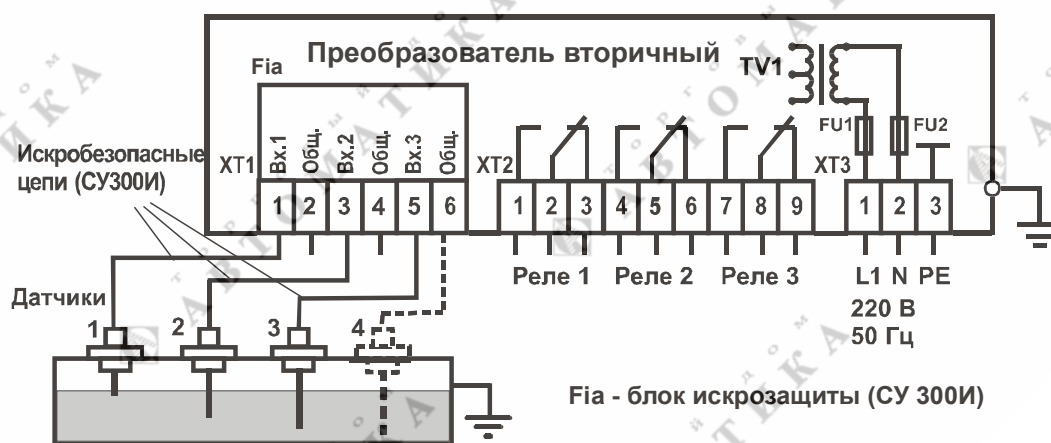

Рисунок 4 – Схема электрическая подключения
- подключить датчики ко вторичному преобразователю согласно схеме подключения (рисунок 4) и подать питание;
2.1.7 Металлический резервуар должен иметь соединение с заземляющим контуром. В случае использования сигнализатора уровня на неметаллических резервуарах должен быть установлен дополнительный датчик 4 (рисунок 4).
2.1.10 Электрический монтаж должен выполняться в соответствии со схемой подключения (рисунок 4) проводом или кабелем с медными жилами сечением 0,75 -2 мм².